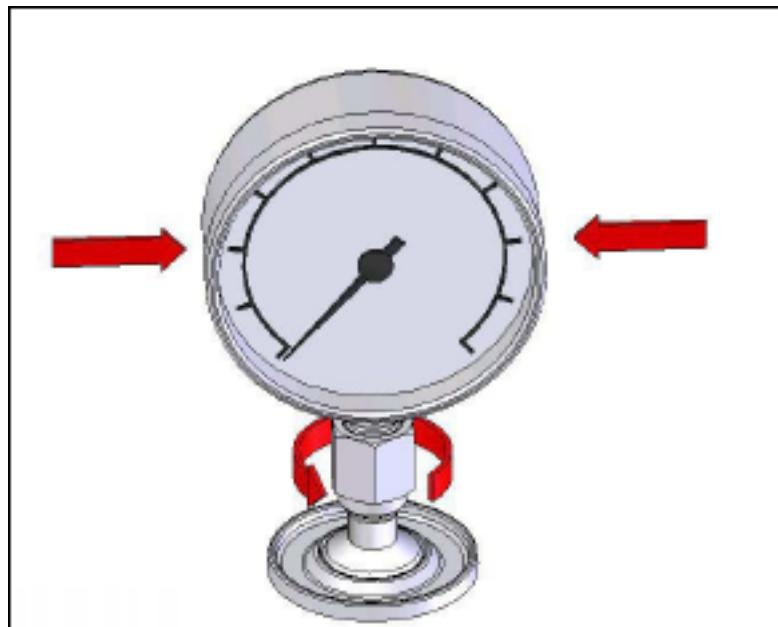

图 12. 拧紧仪表
4. 牢牢握住仪器，同时逆-时针方向转动仪表示适配器，直至其向下移到 O 型环上，参见图 12。